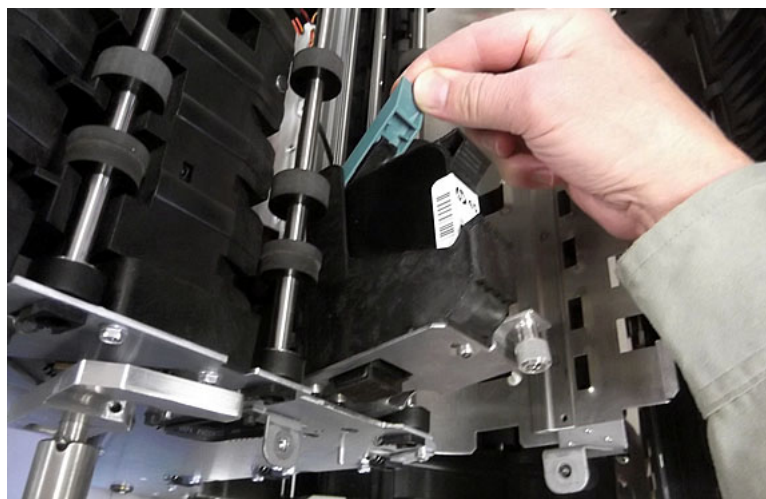

図 5-7 : カートリッジのリリースレバー
6. カートリッジのリリースレバーを押し出します（図 5-7 参照）。